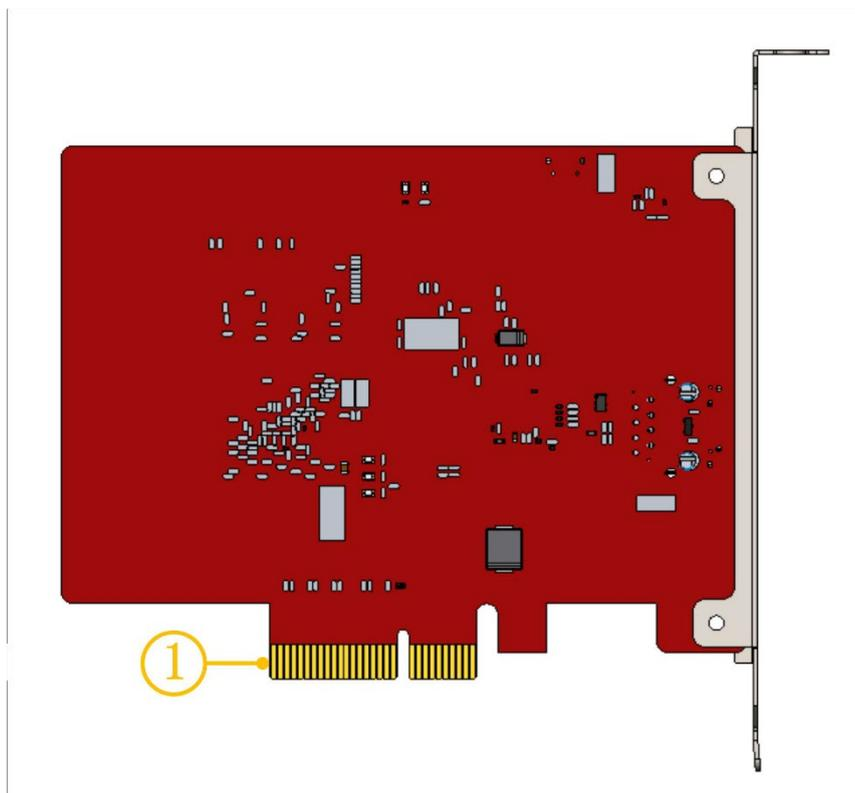

Рис. 6. Позолоченные контакты
Гнездо PCIE VMC2282 – X4 (Рисунок 6①) можно использовать для X4, X8, X16. Стандарт протокола – V2.0 (Gen2), и требования к материнской плате представлены в Таблице 2-3.